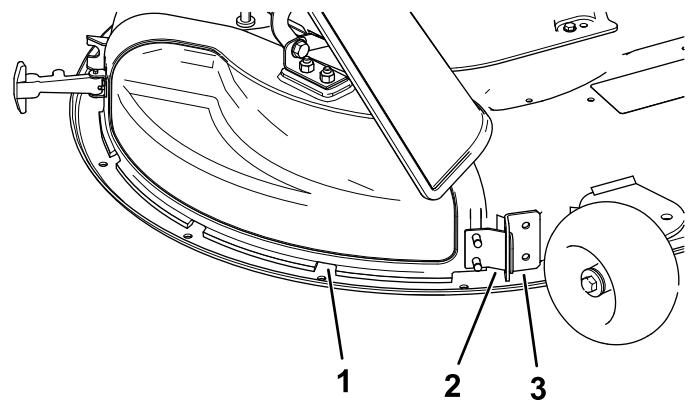

Figuur 11
3. Maak de buigbare vergrendeling los van de grendelhouder op de afvoerafsluiter en kantel de afvoerafsluiter naar rechts (Figuur 11).
6. Bevestig de afvoerafluitter aan het maaidek door de buigbare vergrendeling op de afvoerafluitter te bevestigen aan de houder op het maaidek (Figuur 11).